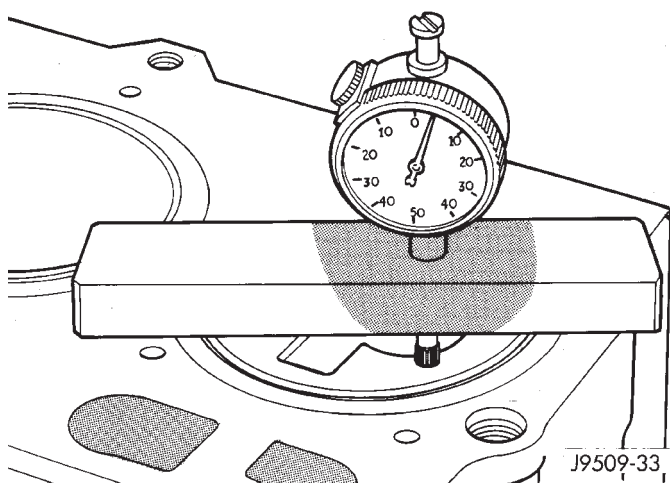

Fig. 36 Medición de la proyección del pistón
- (1) Utilice la herramienta especial VM.1010 con la herramienta especial de indicador de cuadrante VM.1013 (Fig. 36).
- (2) Lleve el pistón del cilindro n° 1 exactamente hasta el punto muerto superior.
- (3) Coloque el indicador a cero en la superficie de contacto del bloque de cilindros.